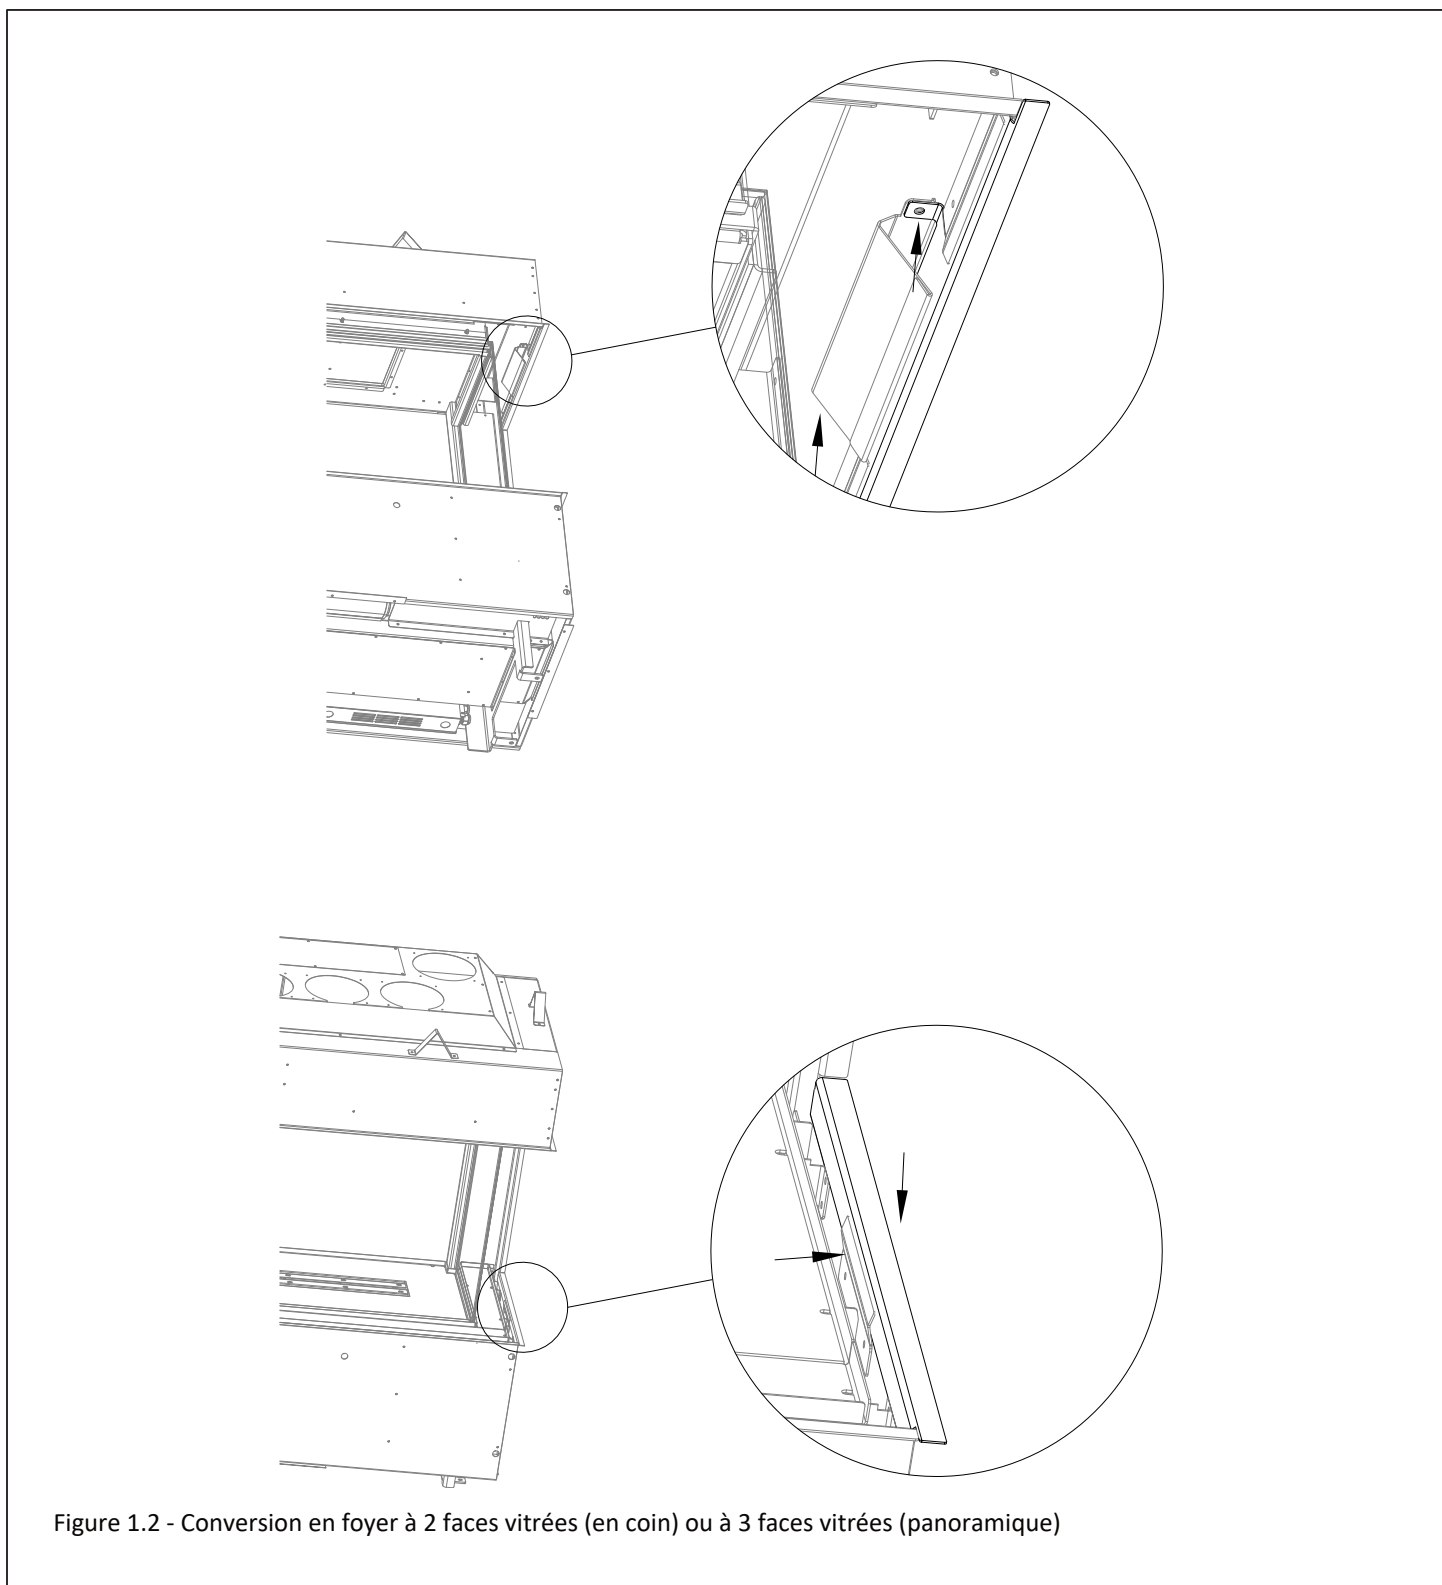

Figure 1.2 - Conversion en foyer à 2 faces vitrées (en coin) ou à 3 faces vitrées (panoramique)
2. Installez la bride du bord de finition supérieur. Notez que le kit inclut les brides gauche et droite du bord de finition supérieur. Utilisez la bride pour le côté que vous désirez convertir et jetez (ou recyclez) la pièce non utilisée. La bride du bord de finition supérieur s'insère entre le bord externe du foyer et la bride de rétention de vitre supérieure. Cette bride se fixe à l'intérieur du foyer avec (2) vis à métal. Voir la Figure 1.2.